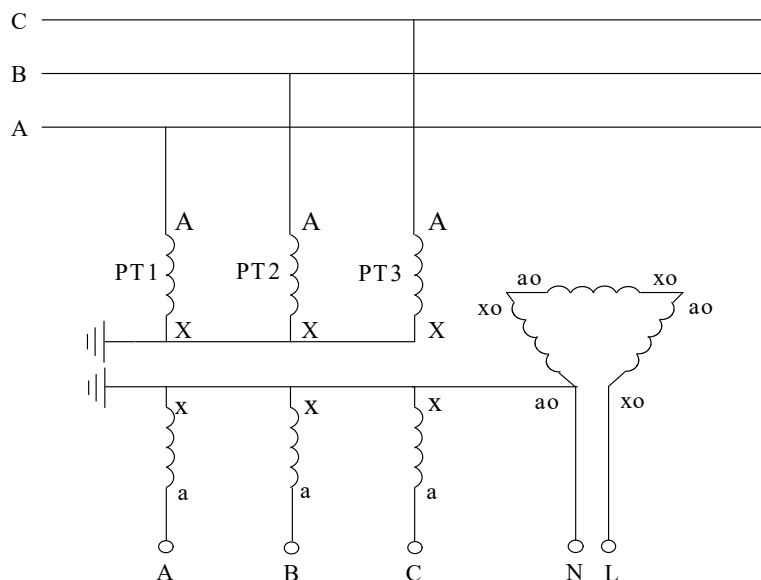
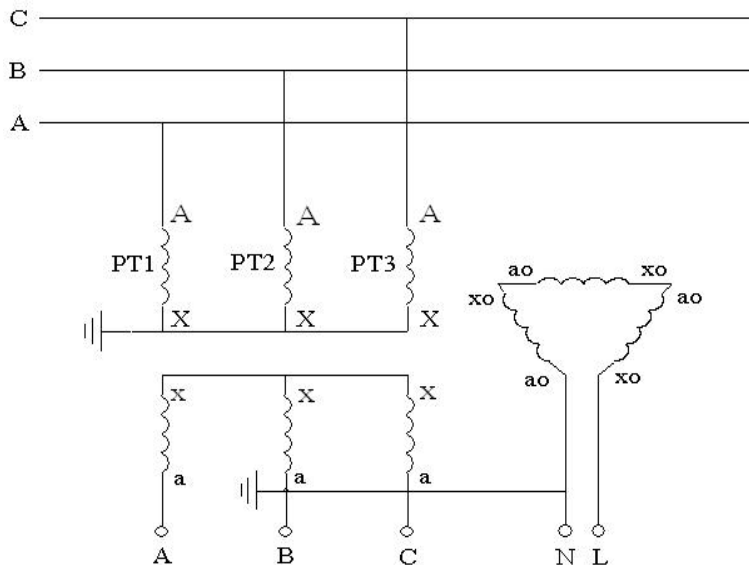

图6 3PT连接方式，N接地
图 7 3PT 连接方式，B 相接地
这种连接方式分“N接地”、“B相接地”两种，分别如图6和图7所示。对于这两种方式，均从N-L两端注入测试信号。根据所用PT的不同，组成开口三角的二次绕组可能是100/3(V)、100(V)、100/√3(V)绕组，这样，测量时PT的变比分别为： $\frac{U_L / 100}{\sqrt{3} / 3}$ 、 $\frac{U_L}{\sqrt{3}} / 100$ 、 $\frac{U_L / 100}{\sqrt{3} / \sqrt{3}}$ （其中 U_L 为电力系统的线电压，如6kV、10kV或35kV）。这三个变比分别对应于测试仪“PT方式”选择中的3PT、3PT1、3PT2三种连接方式。
图 6、图 7 所示的系统运行方式是从 PT 开口三角测量系统电容电流时所必须的运行方式。而对于一般的系统，并不都是处于这样的运行方式下，例如在系统中还接有消弧线圈、PT 高压侧中性点接有高阻消谐器、PT 开口三角接有二次消谐装置等。这时，为了使用测试仪进行容性电流的测量，必须将运行方式转换为图 6 或图 7 所示的运行方式。
- (2) 检查消弧线圈是否全部退出运行。在有电气联系的被测电压等级系统中所有消弧线圈均要退出运行，并非只退出该变电站的消弧线圈。同时只考虑被测电压等级的情况，无需考虑其他电压等级的情况。例如，被测变电站 A 为 10kV 系统，并通过联络线与变电站 B 的 10kV 系统相连，变电站 A 有 2 台消弧线圈，变电站 B 有 1 台消弧线圈，则测量时有电气联系的这 3 台消弧线圈均要退出运行；而 35kV 系统有无消弧线圈则无需考虑。
- (3) 退出 PT 开口三角的消谐装置。如果经过实测证明，开口三角所接的某些厂家某些型号的二次消谐装置对测量结果没有影响，则消谐装置可以不退出运行。一般对于微电脑控制的消谐器，其只有在系统有谐振发生时才动作，该类消谐器一般对测量无影响。
- (4) 如果 PT 二次侧并列运行（很少见），则将其改为单独运行。
- (5) 确保将测试仪的电流输出端正确接到图 7 的开口三角 N-L 上。一般在二次的端子编号为 N600 和 L630。为了确保连接正确，可以按下列方法进行检查：用万用表分别测量 PT 二次侧三相电压和开口三角电压；将三相电压中的最大值减去最小值得到的差和开口三角电压比较，如果两者差不多，就说明找到的开口三角端是正确的；如果两者差别很大，则说明没有正确找到开口三角端。例如，测量得到三相电压分别为 61V、60V、59.5V，则正确的开口三角电压应为 1.5V 左右，如果测量得到的开口三角电压仅为 0.2V，说明所找的开口三角端不正确或 PT 开口三角连线已经断开（在现场实测中发现有多个变电站的 PT 开口三角连线断开情况）。
- (6) 选择正确的 PT 变比，也就是选择正确的 PT 接线方式。电容电流测试仪是通过选择 PT 连接方式和设定系统额定高压来确定 PT 变比的，这样对于试验人员会更方便、快捷。PT 一般是采用 100/3V 的二次绕组连接成开口三角，但也有特殊的情况，有些变电站的 PT 采用 100V 二次绕组组成开口三角。为了确保选择变比的正确，可以通过测量组成开口三角的各绕组的电压来确定。
- (7) 完成以上操作后，就可以使用电容电流测试仪进行电容电流的准确测量。